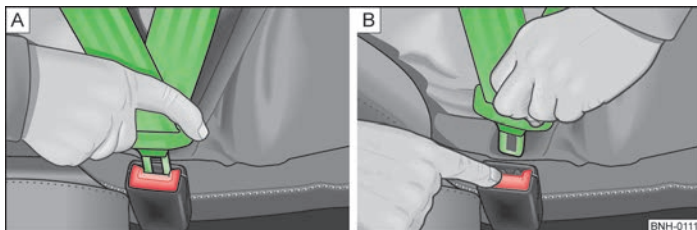

Fig. 138 Colocar y quitar el cinturón de seguridad
- Introducir la lengüeta en el cierre correspondiente al asiento » fig. 138 - [A] hasta que se oiga como encaja.
- Pulsar la tecla roja en el cierre del cinturón » fig. 138 - [B], la lengüeta del cinturón saldrá disparada.